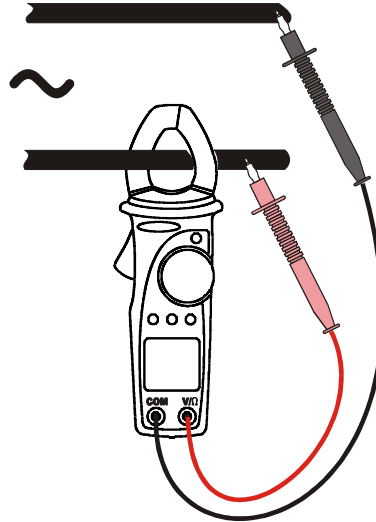

Fig. 12: medida de potencia y energía en un sistema monofásico.
3. Inserte el cable rojo en el terminal de entrada V/ Ω y el cable negro en el terminal de entrada COM (ver Fig. 12).
3. Inserte el cable rojo en el terminal de entrada V/Ω y el cable negro en el terminal de entrada COM (ver Fig. 12).